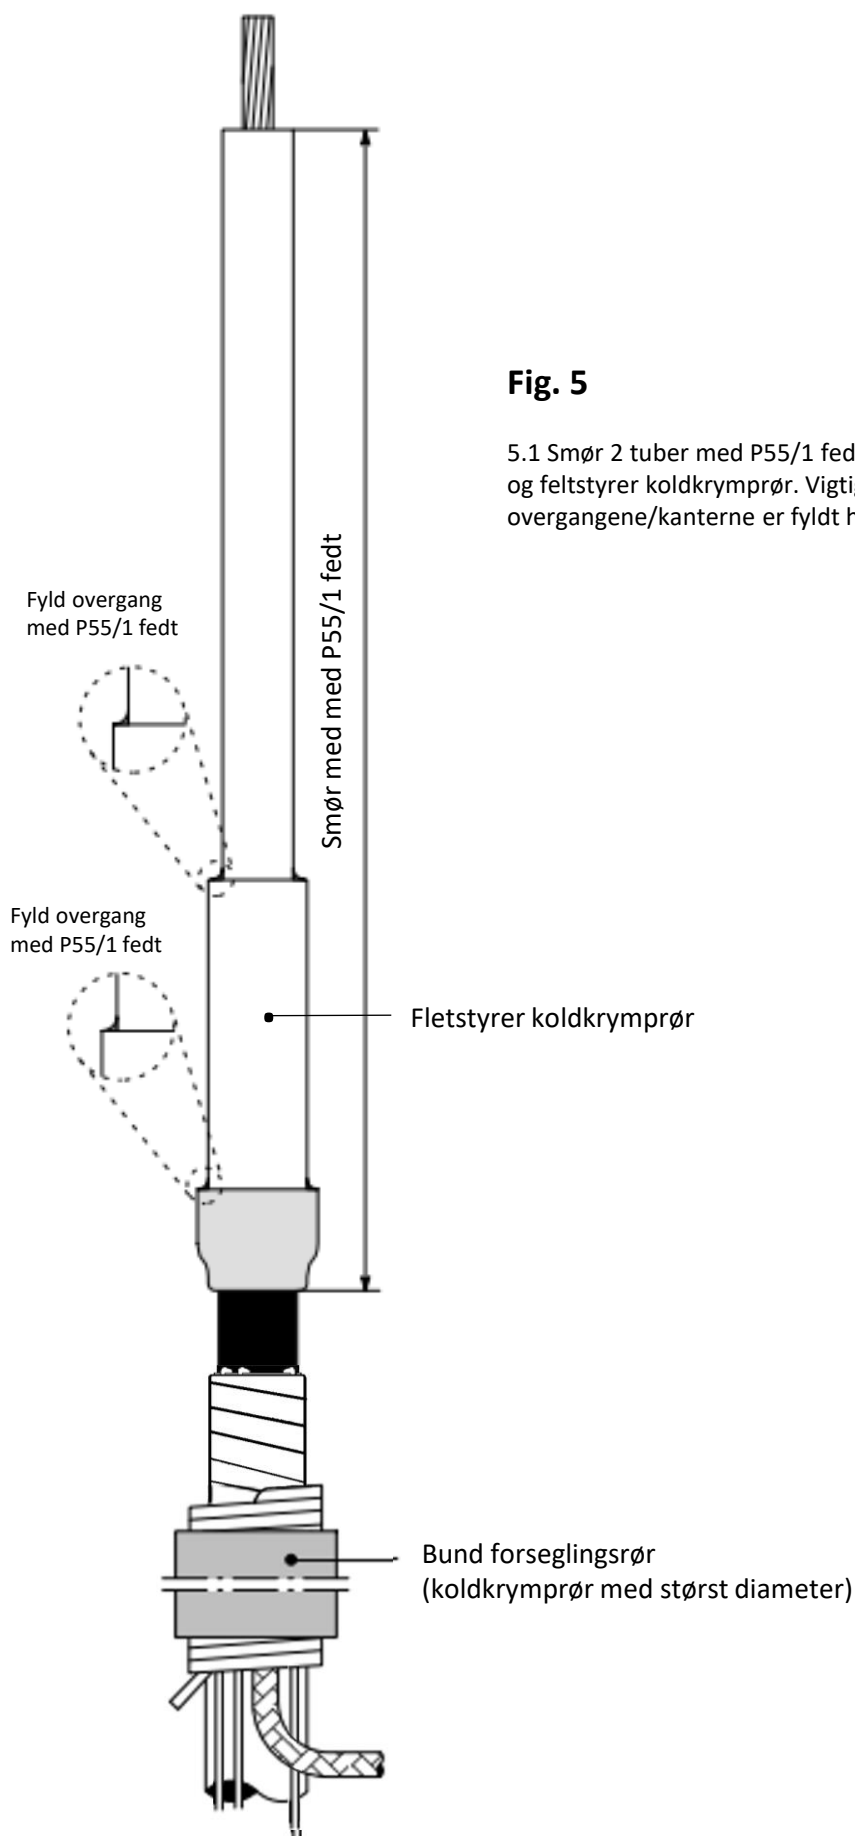

Fig. 5
5.1 Smør 2 tuber med P55/1 fedt over primær isolation "XLPE/PEX" og fletstyrer koldkrymprør. Vigtigt: Tilsikker at overgangene/kanterne er fyldt helt op med fedt, som vist på fig. 5.